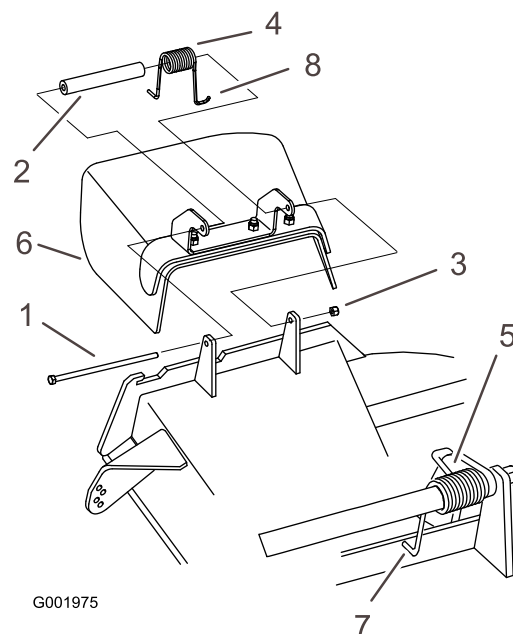

Figure 88
1. Retirez le contre-écrou, le boulon, le ressort et l'entretoise qui fixent le déflecteur aux supports de pivot (Figure 88).
**Remarque:** Prenez soin de placer 1 extrémité en J du ressort derrière le bord du tablier avant de mettre le boulon en place, comme montré à la Figure 88.
6. Accrochez l'extrémité en J du ressort au déflecteur d'herbe (Figure 88).